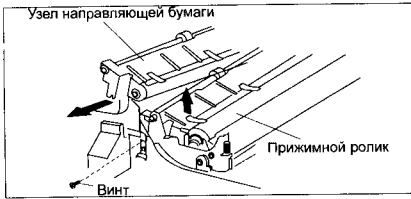

Рис. 16
- с передней и задней сторон рамы откручивают два винта, а затем снимают узел направляющей бумаги узла термозакрепления (рис. 16);